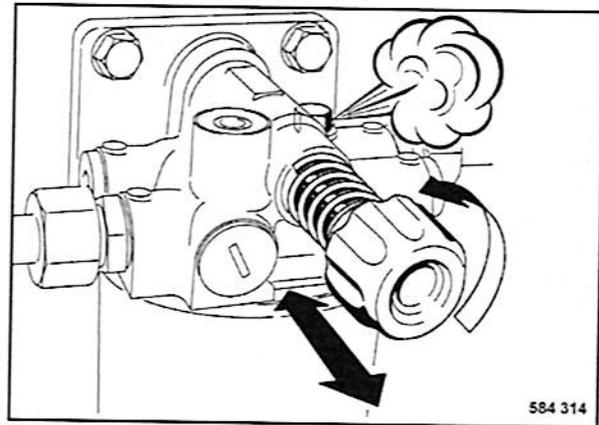

Fig. 121
- Soltar el tornillo de purga de aire (Fig. 121) en el filtro previo de combustible por 2 a 3 pasos de la rosca.
- Accionar la bomba manual tanto tiempo con la mano hasta del tornillo de purga de aire suelto (Fig. 121) sale combustible libre de burbujas.